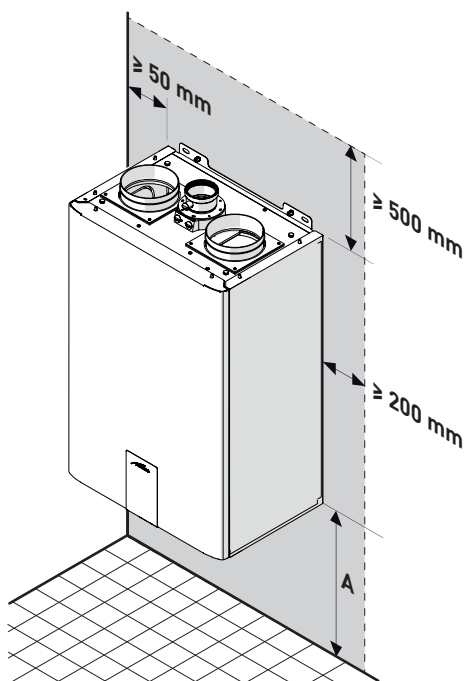

Fig. 46
- Tenga en cuenta los espacios necesarios para poder acceder a los dispositivos de seguridad/regulación y para poder llevar a cabo las tareas de mantenimiento (véase Fig. 46).